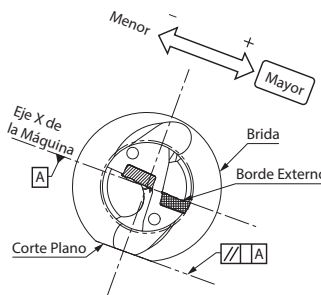
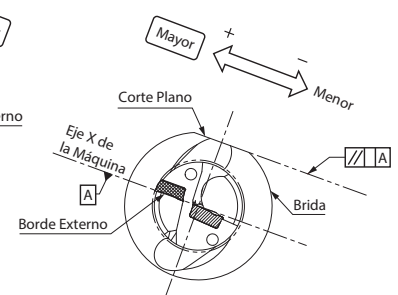

Fig.2 Inserto Externo Mirando Hacia Arriba
Fig.3 Inserto Externo Mirando Hacia Abajo
2. Para hacer el diámetro del agujero más grande, deslice la herramienta a lo largo del eje X hacia el lado del inserto externo. (Fig.2, Fig.3)